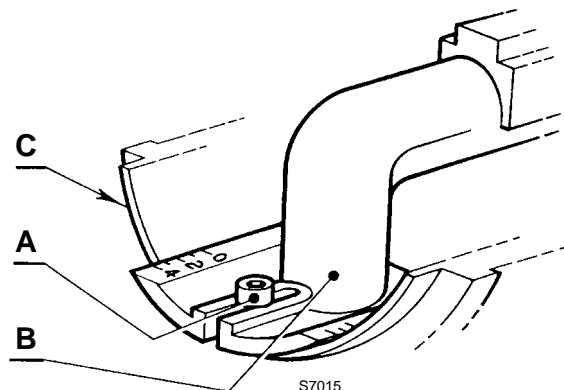

Fig. 9
Afloje los tornillos (A) Fig. 9. Desplace el codo (B) de manera que el plano trasero del manguito (C) coincida con la marca deseada. Apriete los tornillos (A).